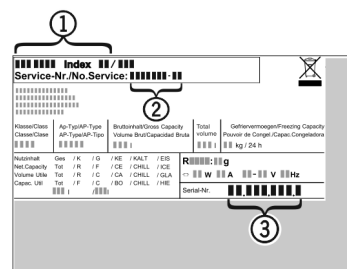

Fig. 13
- ▶ A készülék megnevezését Fig. 13 (1), a szerviz- Fig. 13 (2) és sorozatszámot Fig. 13 (3) a típustábláról olvassa le. A típustábla a készülék belsejében baloldalon található.
- ▶ Értesítse a vevőszolgálatot a hibáról, és adja meg nekik a készülék megnevezését Fig. 13 (1), a szerviz- Fig. 13 (2) és a sorozatszámot Fig. 13 (3).